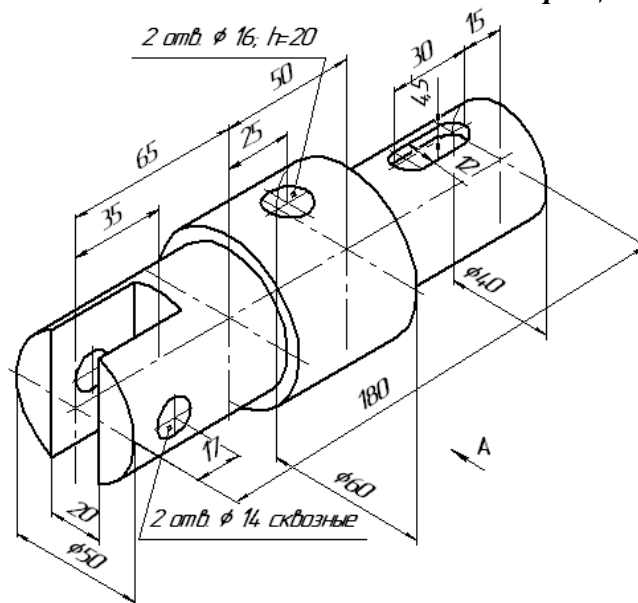

Рис.3
8. Выполнение 3D моделей с использованием команд «Вращать» (рис.3,4)